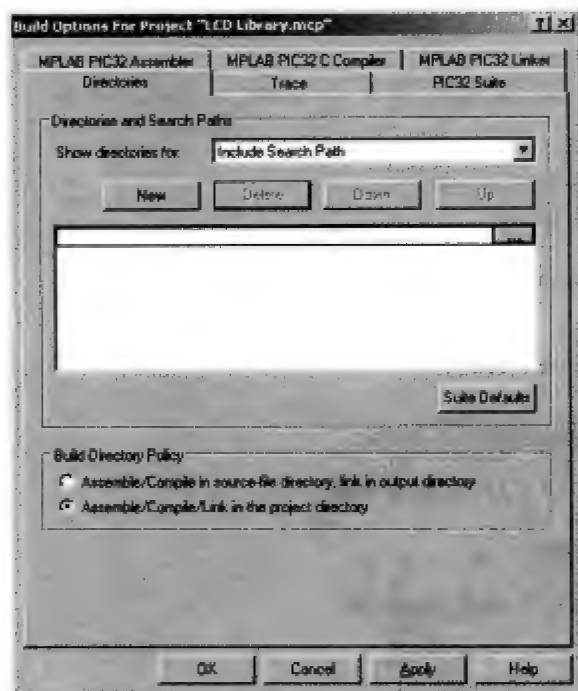

图 10-6 工程的 Build Option 对话框
- (1) 选择菜单 Project | BuildOptions... | Project, 打开 Build Option 对话框 (参见图 10-6)。
- (2) 在 Show Directories for 下拉菜单中选择 Include Search Path。